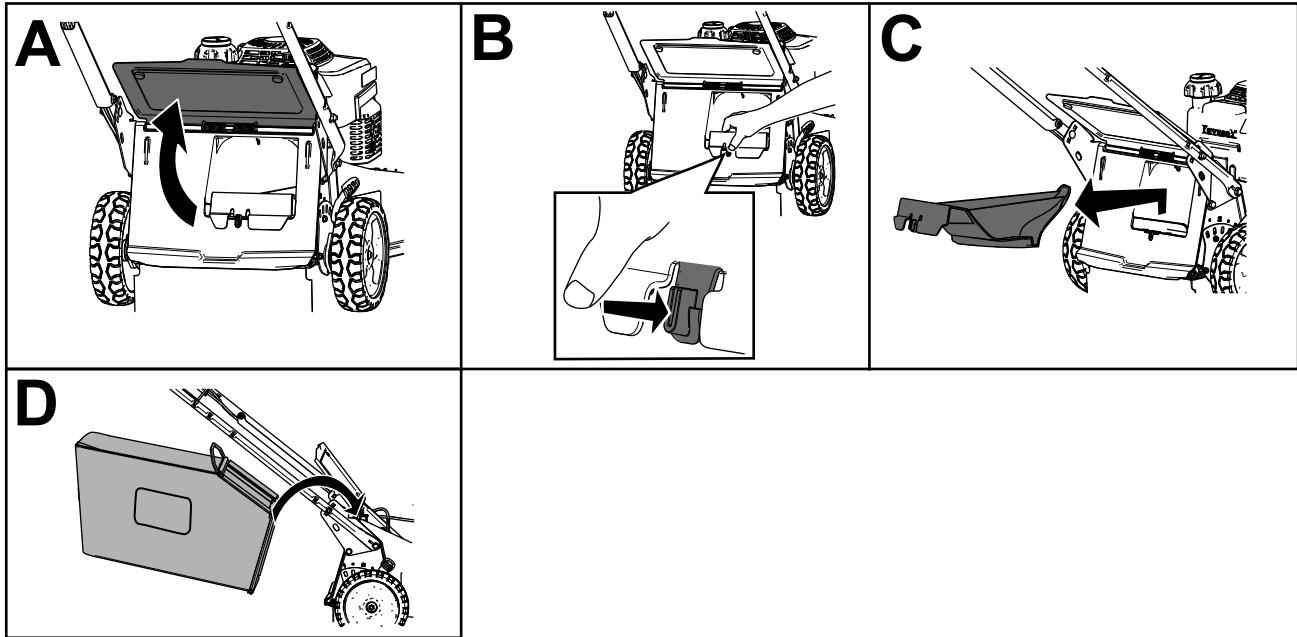

Figura 21
2. Levante y sujete el deflector trasero (Figura 21, A).
3. Retire el tapón de descarga trasera presionando el enganche hacia dentro con el dedo pulgar y extrayendo el tapón de la máquina (Figura 21, B y C).
4. Inserte los extremos de la varilla del recogedor en las muescas de la base del manillar, y mueva el recogedor hacia adelante y hacia atrás para verificar que los extremos de la varilla están asentados en el fondo de cada muesca (Figura 21, D).